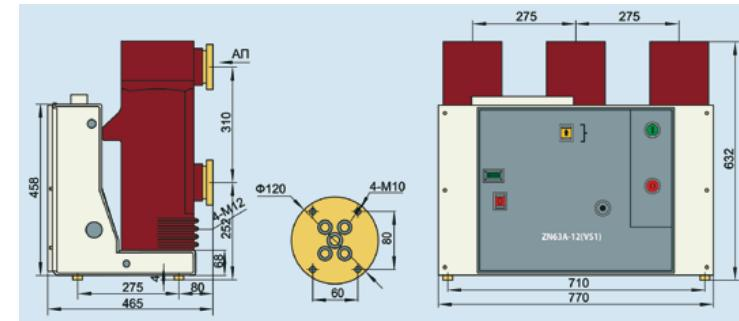

Рис. 6.5 Внешний вид и монтажные размеры выключателя ZN63A-12T - 40
6.2.2 Выключатель ZN63A-12T - 40 (см. рис. 6.5)